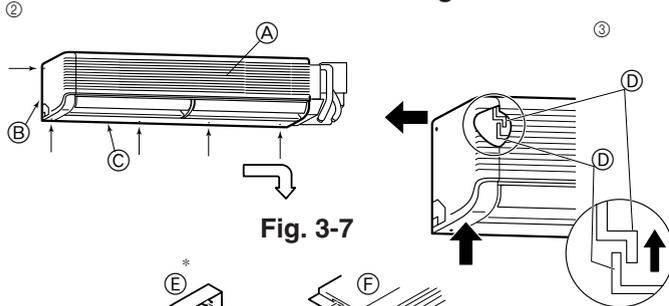

Fig. 3-7
- Ⓓ Wandbefestigungsklammer ①
② Entfernen Sie die fünf, in der grafischen Darstellung mit Pfeilen, gekennzeichneten Schrauben. (Fig. 3-7)
③ Nehmen Sie die linke Seitenplatte und dann die rechte Seitenplatte ab.